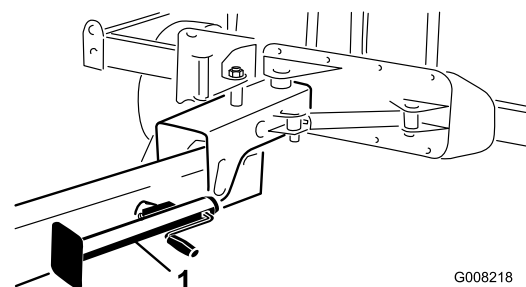

Figura 24
9. Baixe o macaco para o solo para estabilizar a máquina (Figura 24).